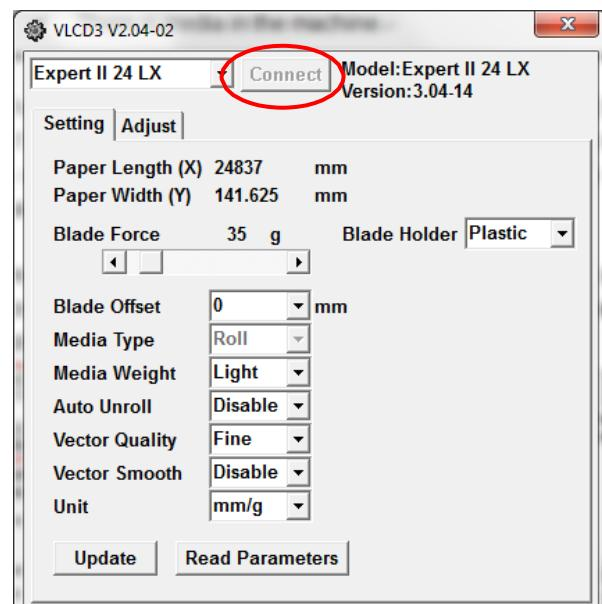

Рис. 3-3
**Шаг 4** Нажать кнопку **Connect**, запустив обмен данными между компьютером и плоттером. В случае успешного подключения на экране появится информация о модели, версии встроенного ПО и настраиваемых параметрах (рис. 3-3).